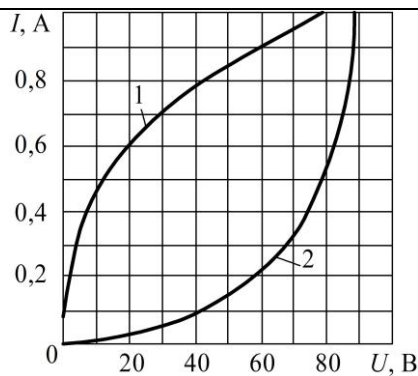

Рис. 7.
**Задача 8.** На основании представленных на рис. 7 вольтамперных характеристик, необходимо: